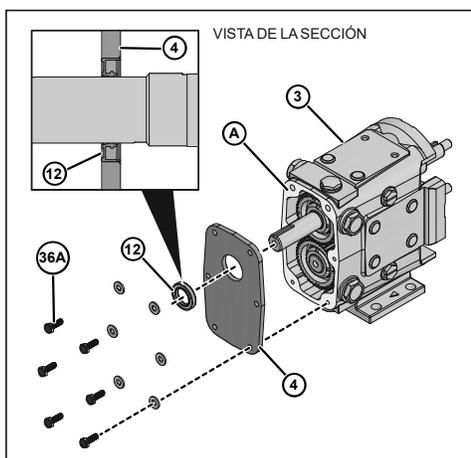

Ilustración 96 - Orientación de la junta de aceite
1. Lubrique el diámetro interno de la nueva junta de aceite (12).
2. Presione la nueva junta de aceite (Ilustración 96, elemento 12) en la cubierta de la caja de engranajes (elemento 4), enjuague con la cara exterior y el resorte orientado hacia adentro.
3. Aplique sellador de silicona (A) en la parte posterior de la caja de engranajes (3). (Puede utilizar cinta selladora Gore-Tex® en modelos sin silicona). Coloque cinta en la parte interior de los orificios para tornillos. (Ilustración 96, elemento A).